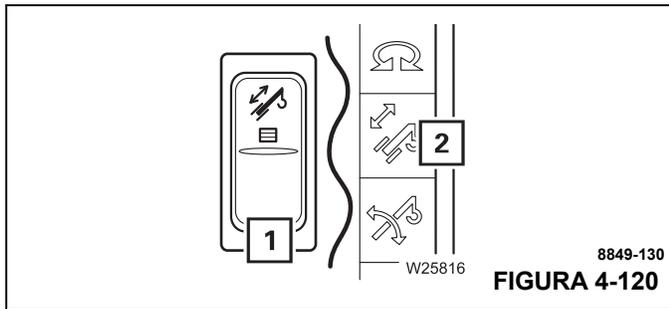

FIGURA 4-120
- Presione una vez el botón (1, Figura 4-120).
- La luz en el botón (1) se iluminará parcialmente.
- El símbolo (2) se tornará de color rojo si se apaga el mecanismo de telescopización.